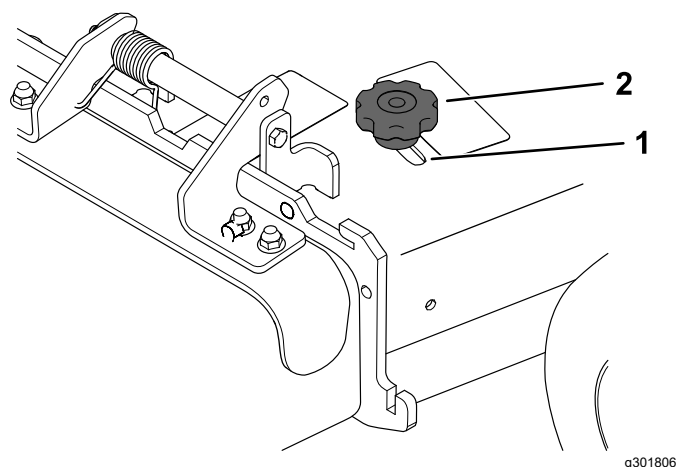

Figura 21
3. Para ajustar el deflector, afloje el pomo (Figura 21).